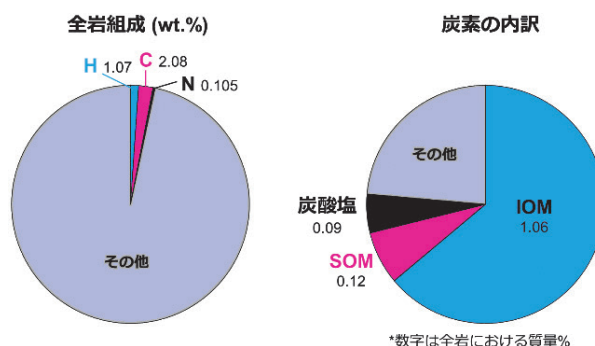

図 1 Murchison 隕石の有機物関連成分 (文献3)~6)による)
地球外物質の有機物分析を大きく分類すると、(1) 溶媒で抽出する方法、(2) 無機成分を HF/HCl など溶解し、溶媒で抽出不可能な有機物成分を残渣として抽出する方法、(3) 抽出操作をせずにその場分析する手法、の三つに分けられる。(1) で抽出された成分を可溶性有機物 (soluble organic matter, SOM)、(2) で回収された成分を不溶性有機物 (insoluble organic matter, IOM) と呼ぶ。有機物を含む隕石は主に炭素質コンドライトと呼ばれる種類の隕石である。中でも代表的な Murchison 隕石は、およそ 2 wt.% の炭素を含んでいる。その内訳は図 1 に示す通り、多くを IOM が占めている